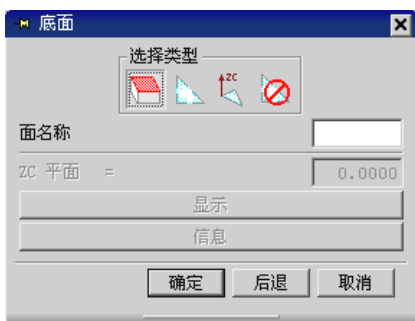

图 6.2.12 “底面”对话框
(1) 单击“钻”对话框中 **指定底面** 右侧的  按钮, 系统弹出图 6.2.12 所示的“底面”对话框。